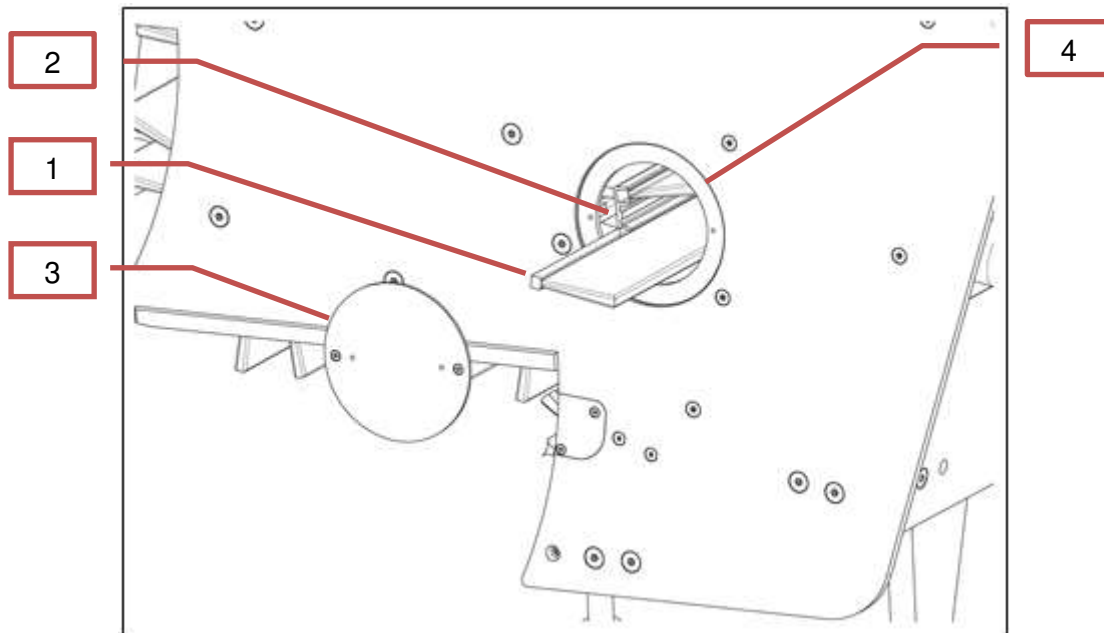

Imagen 1: Montaje de los cepillos
Si aún no se encuentran los cepillos (1) en los carriles de guía (2), solo debe abrirse una de las dos tapas (3) de la apertura para el cambio de cepillos (4) (ver imagen 1: Montaje de los cepillos).